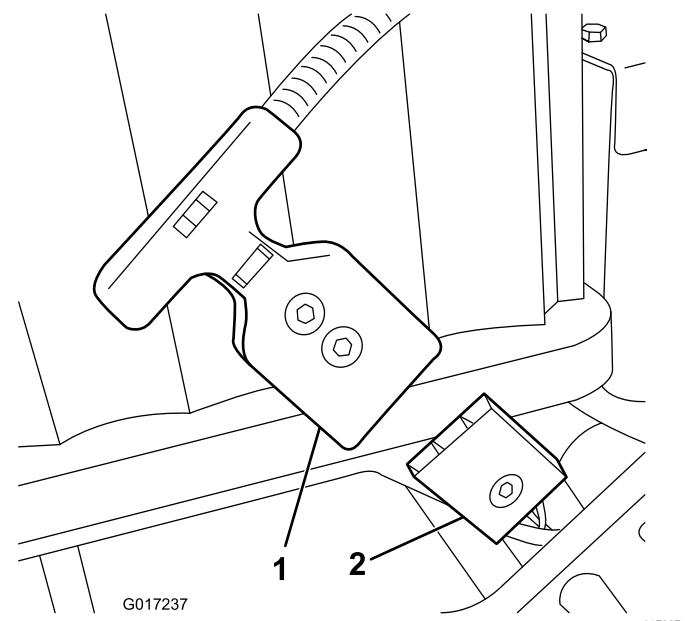

图17
注意 如果您无法在电池组安装后使电池组插座与机器线束插头对齐则可以选择先将线束连接至电池组然后安装电池组。从电池基座上拔下主电源接头 (图 17)。按照说明将接头安装到电池上。将电池安装到基座附带的线束穿过相应的孔然后使用之前卸下的紧固件将主电源接头固定到电池基座上。
16. 将主线束上的 T 形手柄接头连接到电池基座的主电源接头上 图17。